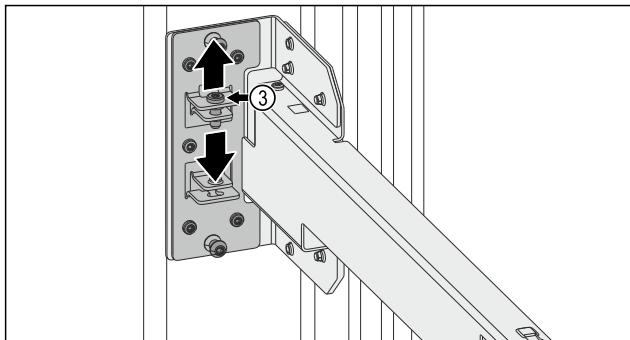

Fig. 14
- ▶ Odvijte vijak Fig. 14 (3).
- ▶ Zategnite vijak Fig. 14 (3).